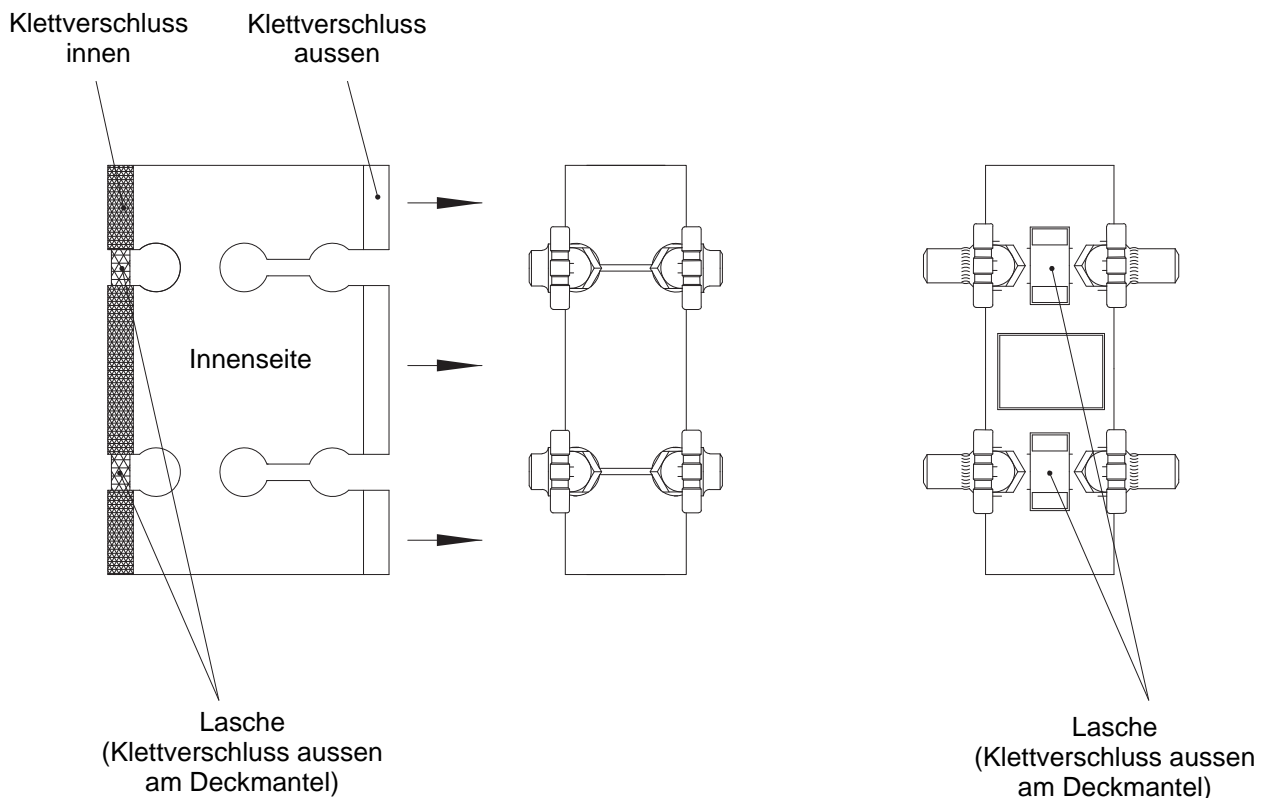

Bild 7: Deckmantel
- **Deckmantel** (Bild 7) zwischen die Trägerkonstruktion und den mit der Grundisolierung versehenen CODI[®] schieben.